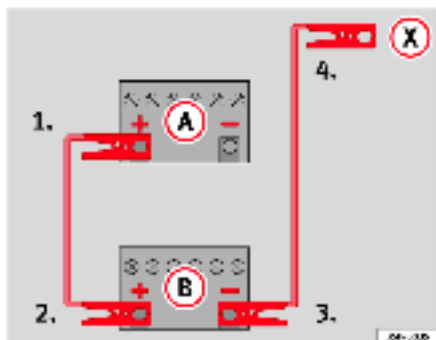

Fig. 202 Schéma de branchement des câbles de démarrage
Sur la ⇒ fig. 202, la batterie déchargée est repérée par la lettre **(A)** et la batterie fournissant le courant par la lettre **(B)**.
- 1. Raccordez une extrémité du câble de démarrage ⇒ fig. 202 rouge à la borne positive **(+)** du véhicule dont la batterie est déchargée ⇒ **(!)**.